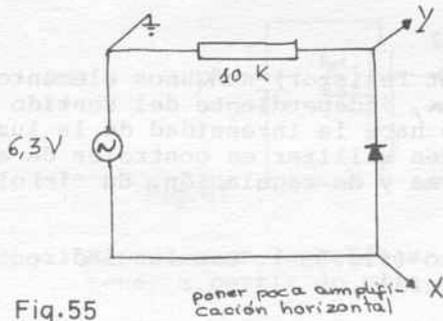

Fig.55
P.6.- Montar el circuito adjunto (fig.55 ).